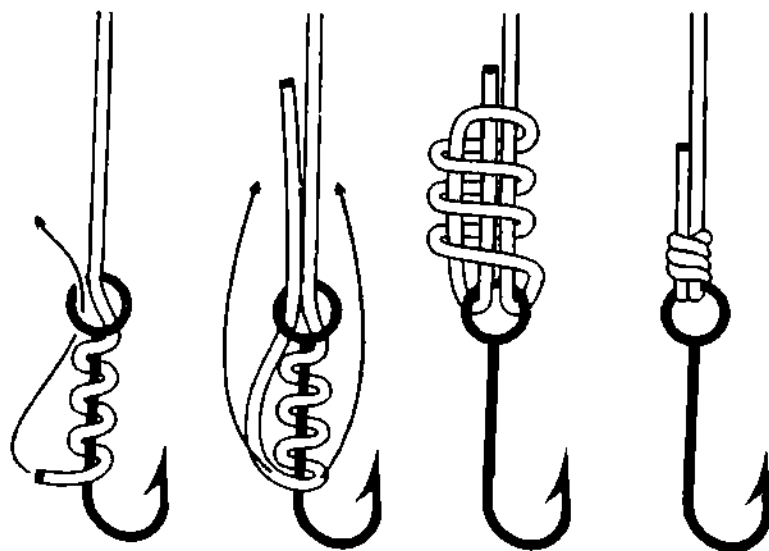

Рис. 726. Тунцовый узел.
**Тунцовый узел** очень прочный и надёжный. Ушко крючка, как и в **упрочнённом затягивающемся узле**, обхватывают две петли (рис. 726).